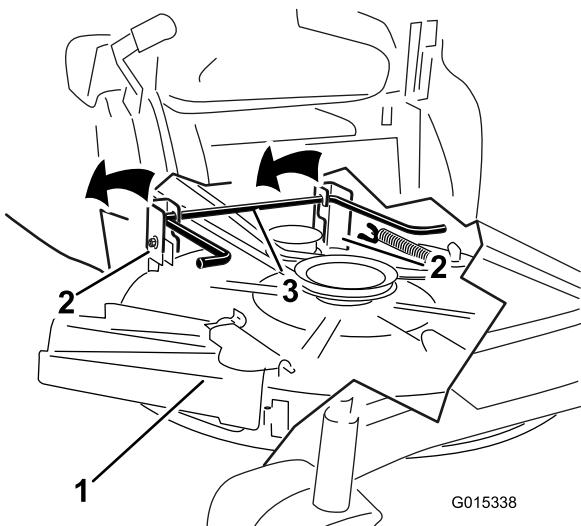

Figura 55
5. Eleve la carcasa de corte y separe ésta y las pletinas de suspensión de la varilla de elevación trasera; luego baje el cortacésped con cuidado al suelo (Figura 55).
- Eleve la parte trasera de la carcasa de corte y coloque las pletinas de suspensión sobre la varilla de elevación trasera (Figura 55).